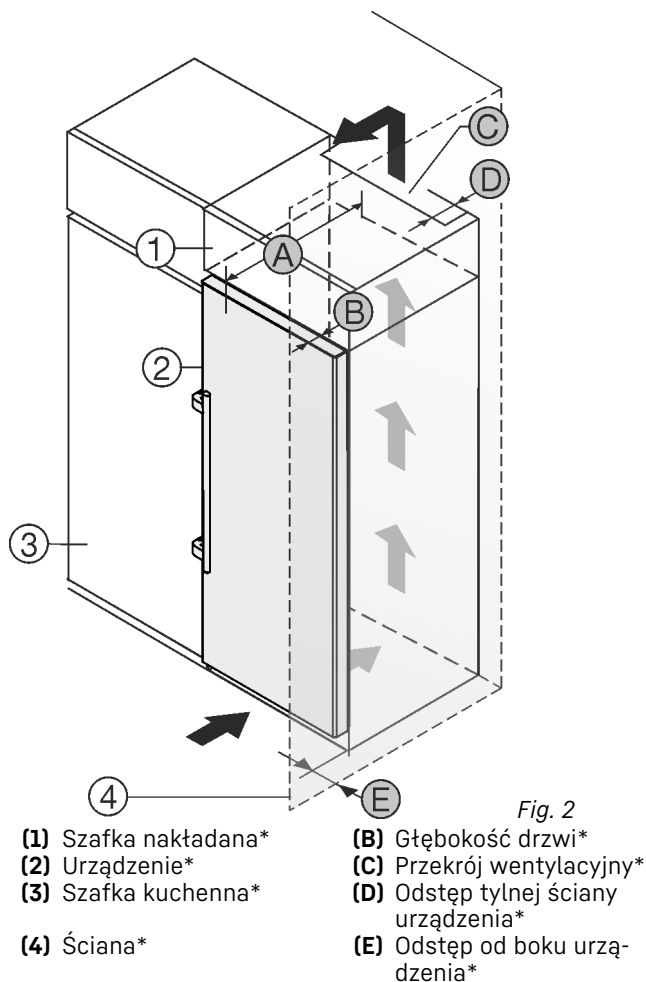

Fig. 2
Urządzenie można ustawić bezpośrednio obok szafki kuchennej Fig. 2 (3).*
Na tylnej ścianie szafki nasadzonej wymagany jest wywiewny kanał wentylacyjny o głębokości Fig. 2 (D) na całej szerokości szafki.*
Pod sufitem pomieszczenia należy zachować przekrój wentylacyjny Fig. 2 (C).*
Jeżeli urządzenie będzie ustawiane z zawiasami do ściany Fig. 2 (4), to pomiędzy urządzeniem i ścianą należy zachować minimalny odstęp, wynoszący 57 mm. Na taką odległość wystaje klamka przy otwartych drzwiach.*
By móc całkowicie otworzyć drzwi, urządzenie musi wystawać przynajmniej o głębokość drzwi Fig. 2 (B) za front szafki kuchennej. W zależności od głębokości szafek kuchennych Fig. 2 (3) oraz od zastosowania elementów dystansowych urządzenie może wystawać jeszcze bardziej.*